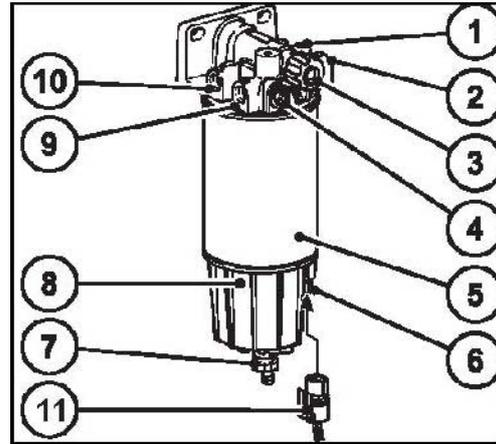

Fig. 163
2. Schmierölfilter-Patrone (Fig. 163/5) mit handelsüblichem Werkzeug lösen und abschrauben.